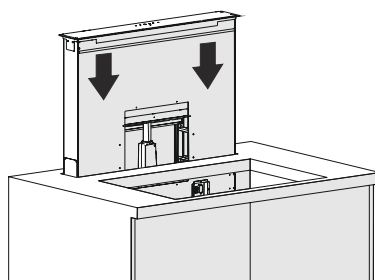

Fig. 11
- Placér nu emhætten forsigtigt ned i hullet der er skåret ud (Fig. 11).